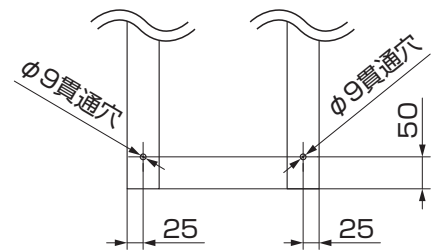
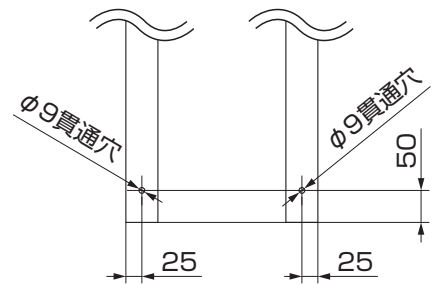

図3-12
図3-15
- ガイド柱を切断した場合は、アンカー棒取付穴をあけなおしてください。(図3-12、図3-15参照)
②柱を施工図を参照してコンクリートで固定してください。